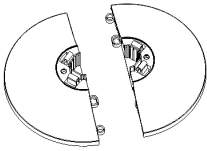

Fig.1
- a. Assemblez les socles arrière et avant (voir fig. 1).